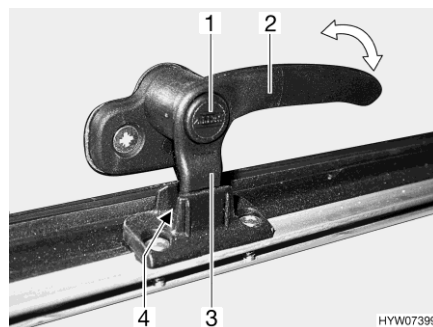
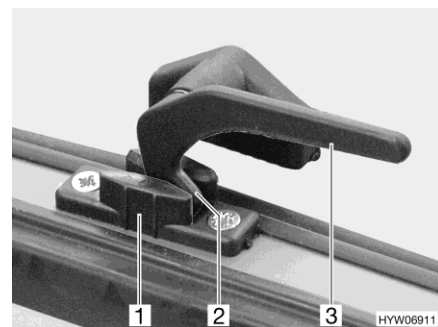

Bild 96 Verriegelungshebel mit Sicherungsknopf in Stellung "Dauerbelüftung"
Bild 97 Verriegelungshebel in Stellung "Dauerbelüftung"
- in Stellung "Dauerbelüftung" (Bild 96 und Bild 97)
- Wenn vorhanden, Sicherungsknopf (Bild 96,1) drücken und gedrückt halten.
- Alle Verriegelungshebel (Bild 96,2 oder Bild 97,3) eine viertel Umdrehung zur Haubenmitte hin drehen.
- Alle Verriegelungshebel wieder zurückdrehen. Die Verriegelungsnase (Bild 96,3 oder Bild 97,2) dabei in die Aussparung der Haubenverriegelung (Bild 96,4 oder Bild 97,1) einfahren.